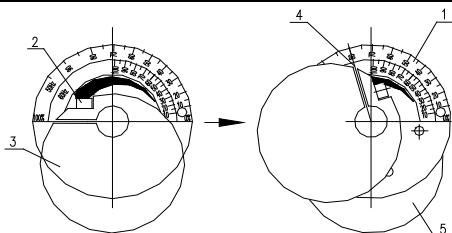

图 8 圆形偏心块激振力调整
4、标准振动电机圆形偏心块激振力的调整（见图 8）
4.3 设原最大激振力为 F_c ，当偏心块槽口中心线与圆形偏心块指示牌 50Hz 的 “80%” 刻度线对准时，则调整后的激振力为 50Hz 的 $F_{c80\%}$ ，详见图 8。